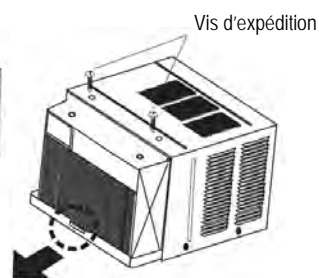

FIG. 5
7. Retirez les vis d'expédition du dessus de l'appareil. (Voir la figure 5.)